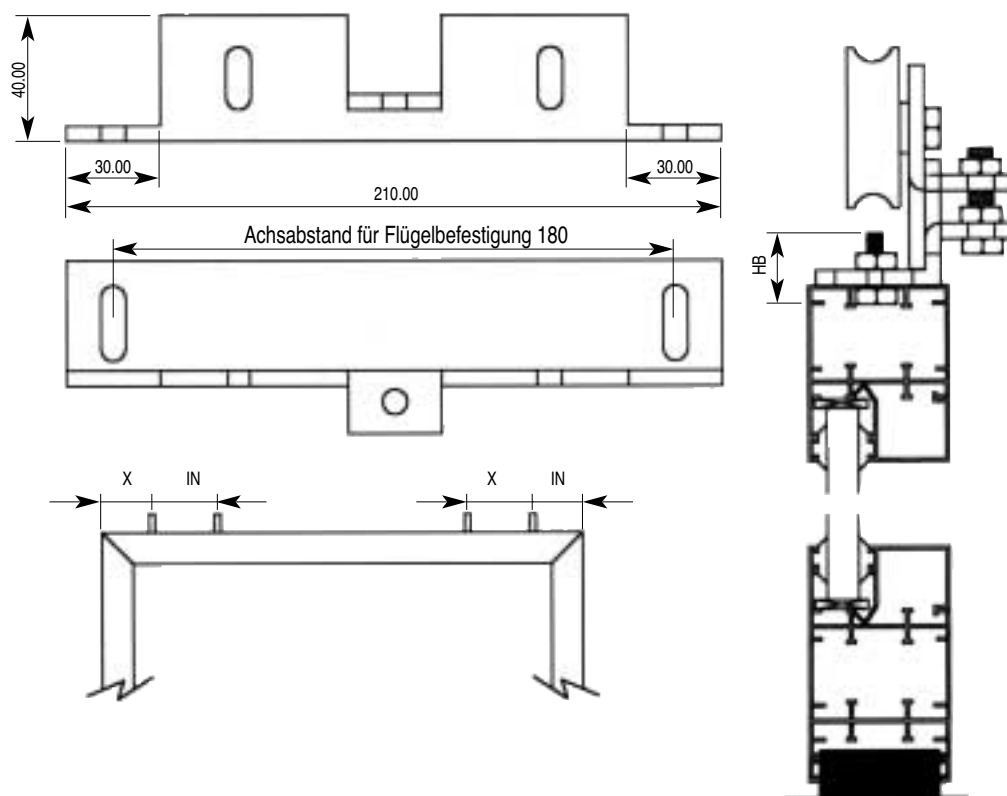

FIG. 2
- 5 Untere Teile der Schlitten (Winkelprofile) abmontieren und unter Beachtung der in Abb. 2 aufgeführten Maße an den Schiebeflügeln befestigen. Bei äußerst großen oder sehr schweren Flügeln ist innerhalb des Profils der Schiebeflügel eine entsprechende Verstärkung vorzusehen.